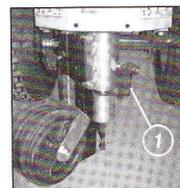

Abb.11
Wenn das Kabel auf langen geradlinigen Strecken ins Erdreich verlegt wird, kann die ausrichtbare Flosse (Abb. 11) blockiert werden, um eine höhere Richtungstreue der Maschine zu gewährleisten. Die Flosse lässt sich einfach blockieren, indem der Griff, der sich auf der rechten Seite der Trägereinrichtung befindet (Abb. 11 Nr.1) festgezogen wird.
- Überprüfen Sie, dass der Griff (Abb. 11 Nr.1) locker ist.